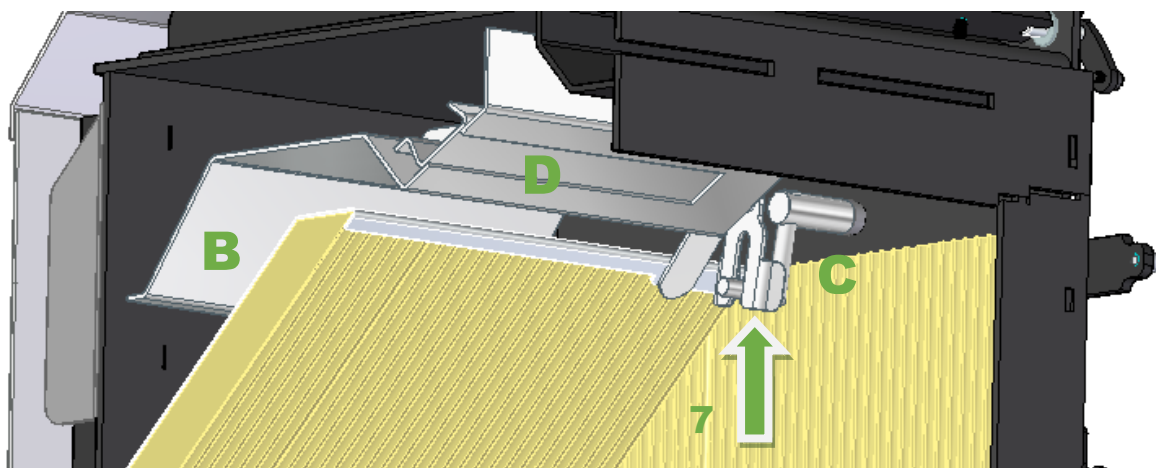

Figura 36 – Instalación del sistema de circuito de humos
3. Para volver a instalar el circuito de humos, repita todos los procedimientos en orden inverso. Observe que el eje del amortiguador (C) está colocado en la ranura del canal de humos (B). Para comprobar que el canal de humos está correctamente instalado, tire de la compuerta y compruebe que la compuerta (D) se mueve, véase la Figura 36.